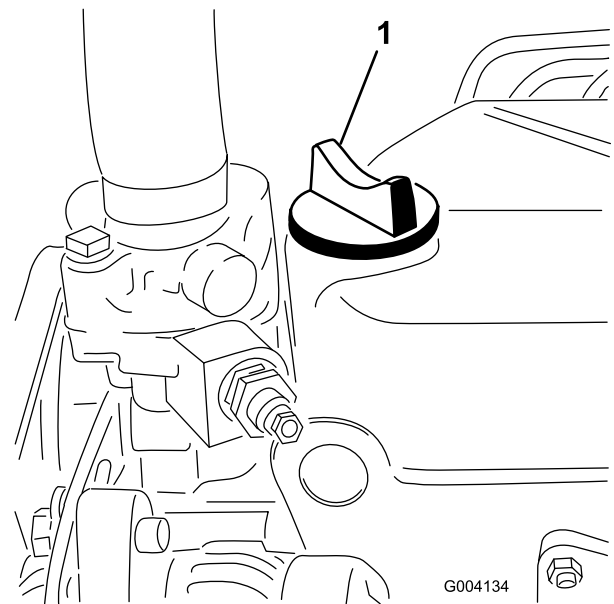

Figura 27
5. Si el nivel de aceite está por debajo de la marca Lleno, retire el tapón de llenado (Figura 27) y añada aceite hasta que el nivel llegue a la marca Lleno. **No llene demasiado.**